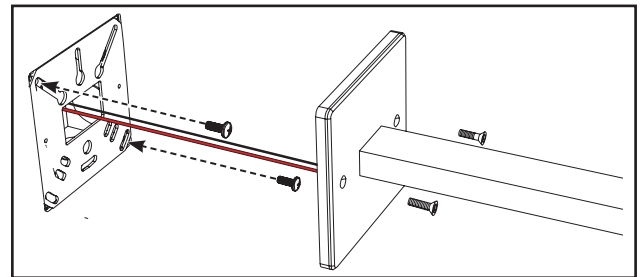

Figure 2.
4. Poussez les fils et le régulateur de manière à les placer dans la boîte de jonction. Autant que possible, gardez les fils de tension et les fils de sortie du régulateur séparés. Posez la plaque de montage sur la boîte de jonction et fixez-la à l'aide de deux vis (Figure 2).